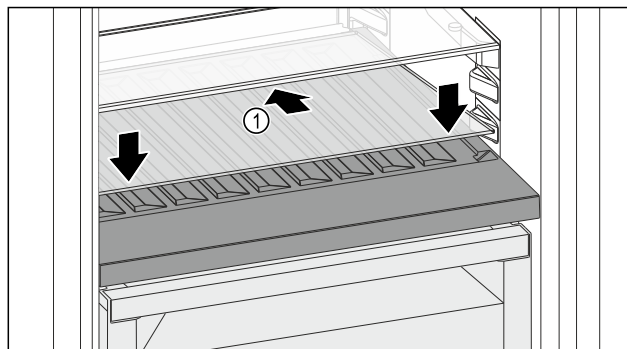

Fig. 154
- Skleněnou desku Fig. 154 (1) zasuňte šikmo a skloněnou dozadu dolů.
- Skleněnou desku Fig. 154 (1) vpředu spusťte dolů.